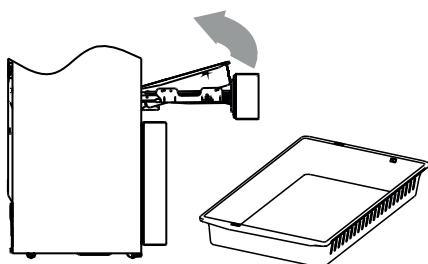

Figura 4
**2)** Levante el extremo próximo de la bandeja agarrándola por ambos lados, uno con cada mano. Consulte la Figura 4.